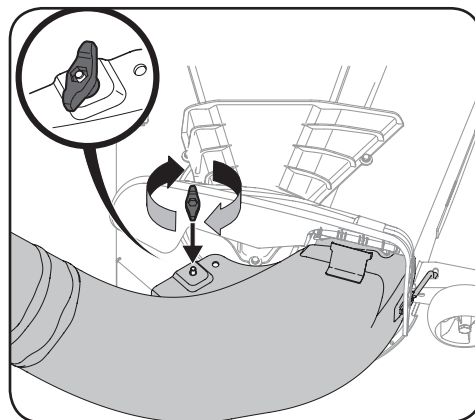

Figure 4-29
- Vissez fermement l'extrémité supérieure du tube de goulotte dans le support de la goulotte supérieure. Pour assure un enfilage sûr, il y a deux languettes sur la partie intérieure du support de la goulotte supérieure. Consultez la Figure 4-29.